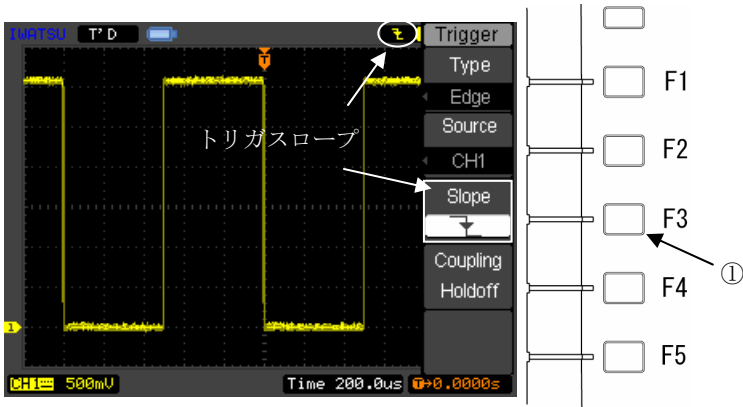

図 2.34 CAL 信号波形測定例 7
- ① 図 2.34 の [F3] キーを押すことで、[Trigger (トリガ)] メニューのトリガスロープを立ち下がりに変えます。
波形とトリガポイントの位置関係が前ページの図 2.33 から図 2.34 に変わります。